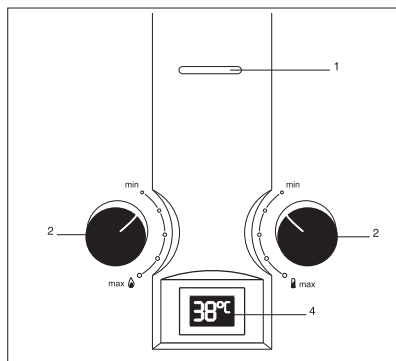

Рис. 3
Поверните регулятор мощности (см. рис. 3) на требуемый уровень мощности. Регулятор мощности может использоваться для предварительной плавной регулировки производительности в диапазоне от 50% до 100% от номинального значения.
Изменение температуры воды осуществляется с помощью регулятора температуры воды (см. рис. 3).
- Снимите рукоятки регуляторов температуры и мощности со стержня (рис. 3).